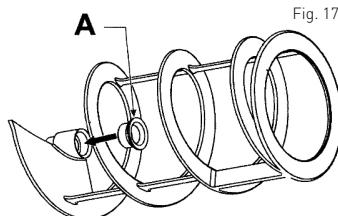

Fig. 17
- Verificați întotdeauna integritatea garniturii (A): dacă aceasta se uzează, înlocuiți-o cu una nouă (furnizată).
- Înlocuiți capacul (A) al garniturii melcului timp de cel puțin 12 luni.
- Montați capacul (A) al garniturii melcului, așa cum se arată mai jos (vezi Fig. 17).